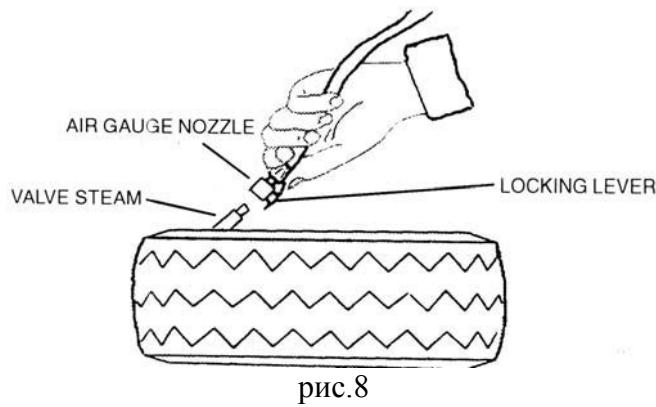

рис.7
- 4) Установите шину так, чтобы её закраина прошла ниже носика головки и выше края (хвоста) ее задней части (рис. 7). Противоположную сторону закраины вдавите в углубление обода.